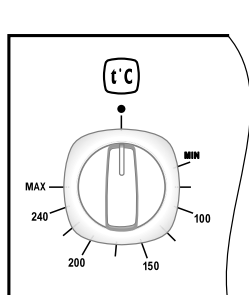

Рис. 7
- ручкой терморегулятора (рис. 7) задается температура нагрева духовки, которая поддерживается автоматически.